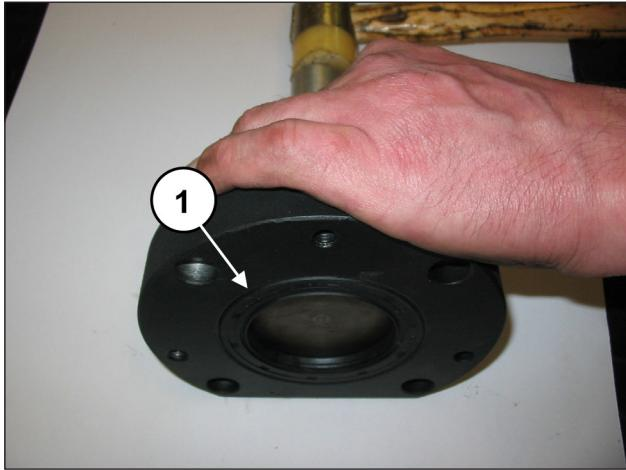
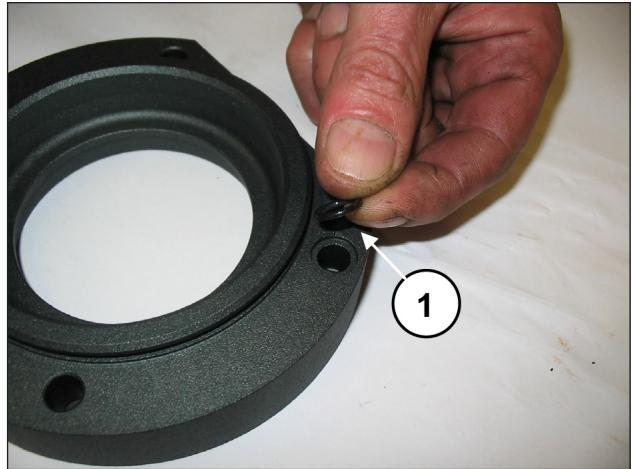
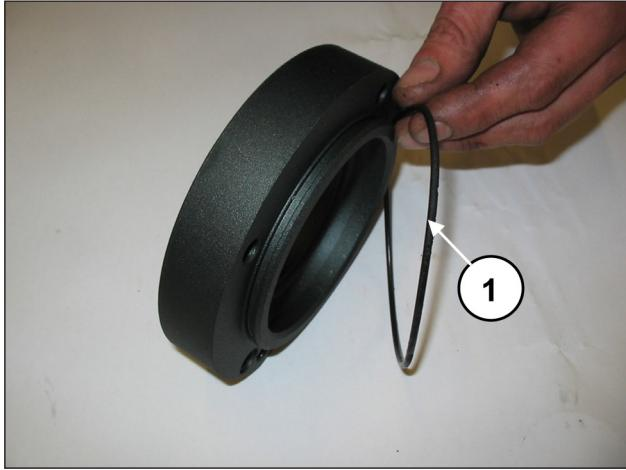

Fig. 28
Fig. 30
Fig. 29
Extraia o anel de vedação radial (pos. ①, Fig. 28), o anel circular externo (pos. ①, Fig. 29), e o anel circular do furo de lubrificação (pos. ①, Fig. 30).